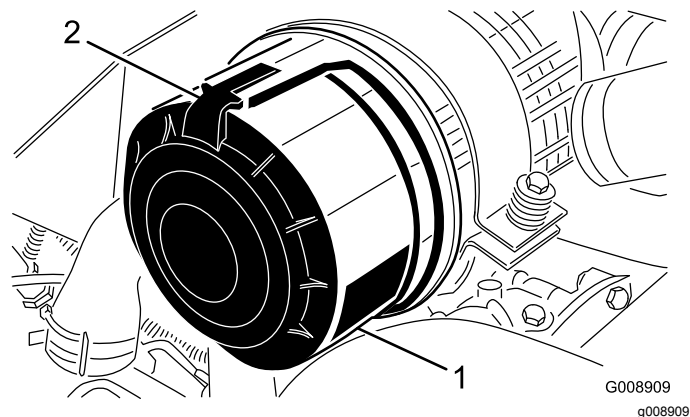

Figura 79
1. Rilasciate i fermi che fissano il coperchio del filtro dell'aria al relativo corpo (Figura 79).